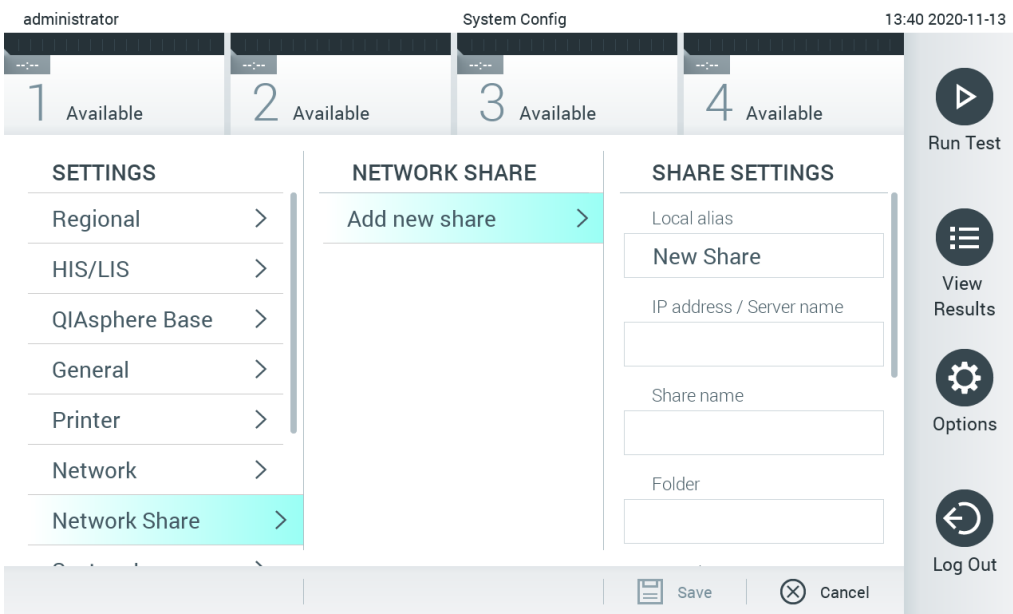

図 76. ネットワーク共有を追加
3. Add new share (新しい共有追加) ボタンを押します (図 76)。